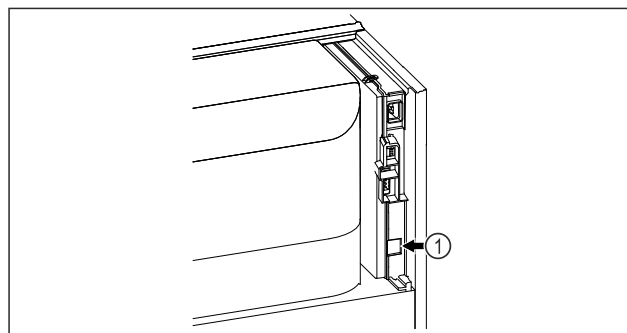

Fig. 83
- SmartModule Fig. 83 (1) er indsat.